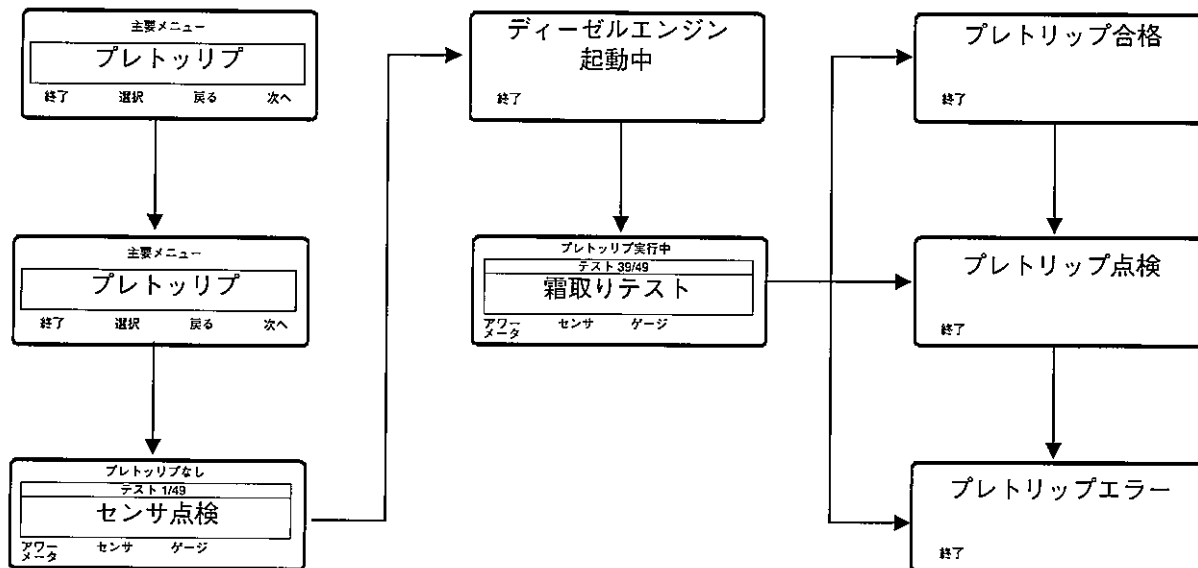

図53：プレトリップテストのスクリーン・シーケンス
3. プレトリップテスト・スクリーンが現われるまで、次へソフト・キーを押してください。図53を参照してください。